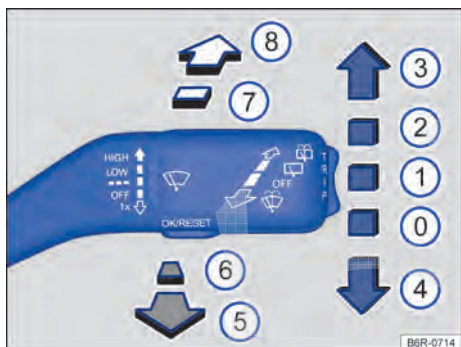

Fig. 62 Comandar os limpadores / lavadores do para-brisa e o limpador / lavador do vidro traseiro.
- Pressionar a alavanca dos limpadores dos vidros brevemente para baixo → Fig. 62 ④.